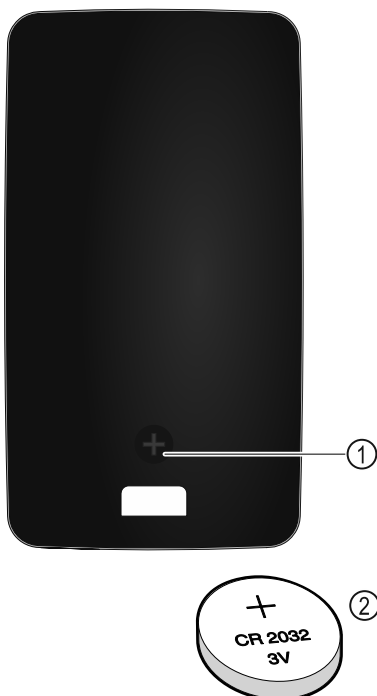

Fig. 230
Telecomanda este alimentată de o baterie tip CR 2032 de 3V Fig. 230 (2), care este disponibilă în comerțul specializat.
- ▶ Deșurubați șurubul Fig. 230 (1) de pe partea din spate a telecomenzii.